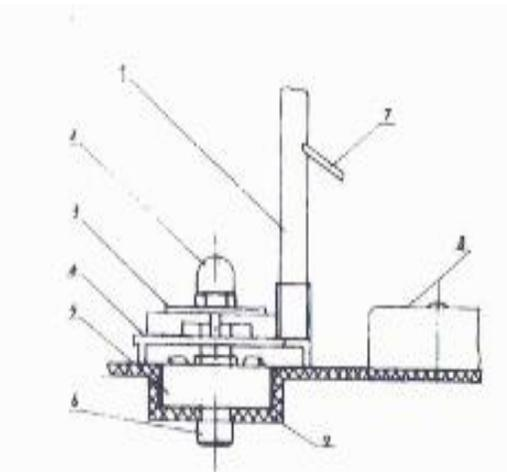

Рисунок 2: Установка узла роздачи
5. Для очистки устройства розлива (мод. РА-18) см. рис. 2: